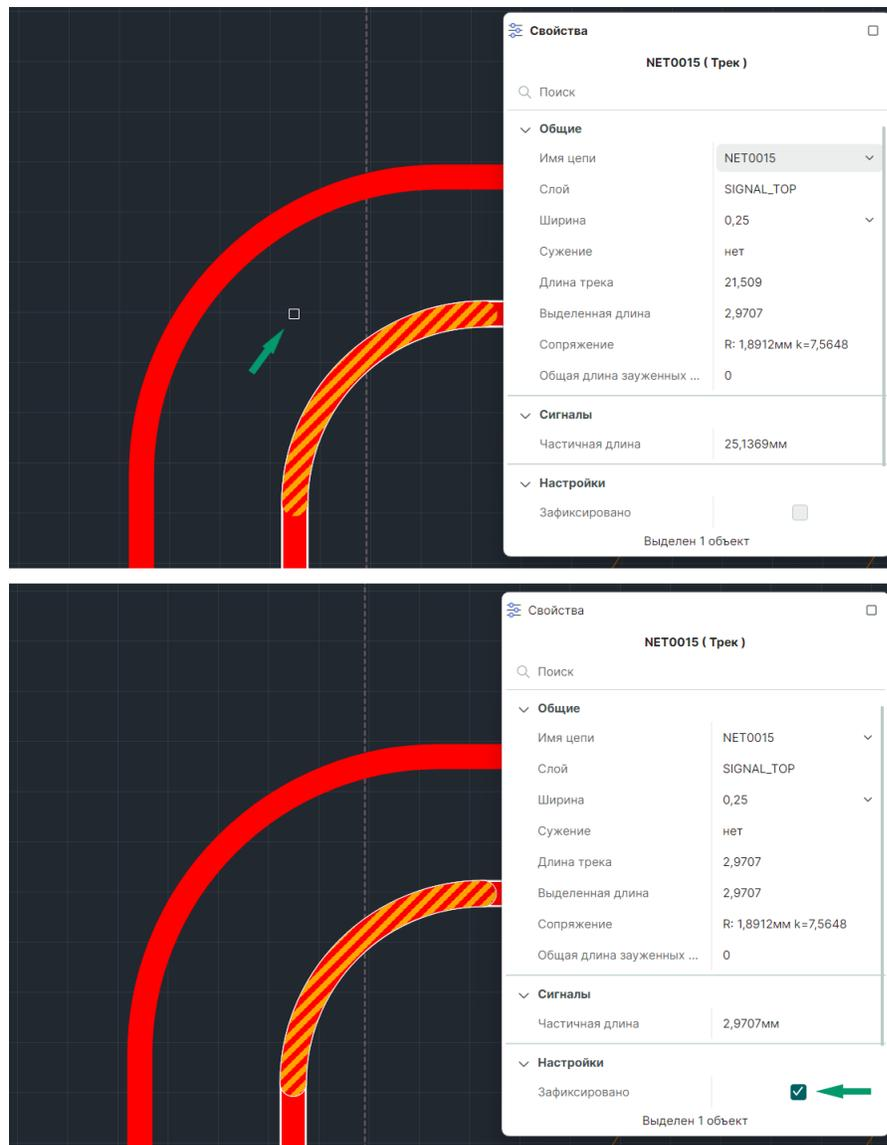

Рис. 295 Применение фиксации области трека
**Важно!** Сброс скругления с последующим изменением геометрии смежных сегментов трека, осуществляется через точку редактирования, см. Рис. 295.